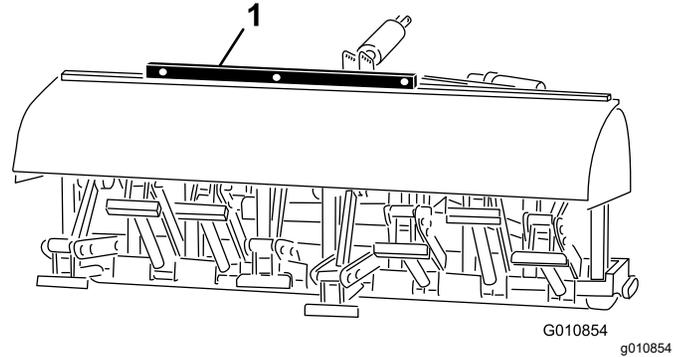

图 29
2. 在打孔机机架上放置一个水平仪检查其横向水平状况图 29。